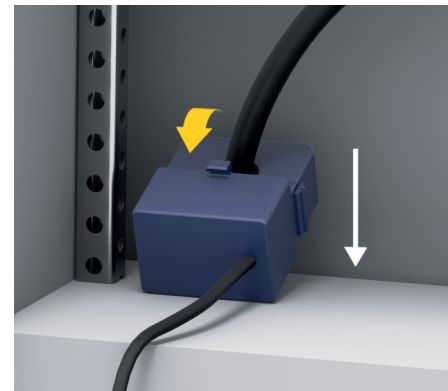

Fig. 15: Ejemplo de instalación del sensor de corriente
- ▶ Respete la dirección de medición del sensor (Fig. 15, flecha blanca).
- ▶ Seleccione el lugar de montaje del tendido recto y respete la dirección de medición (**en dirección de la flecha al consumidor**) (Fig. 15, flecha blanca).
- ▶ Inserte el cable de instalación en el sensor de corriente y cierre la tapa del sensor de corriente (Fig. 15, flecha amarilla).